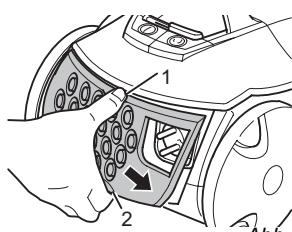

Abb. 25
- Setzen Sie abschließend die Ausblasfilter-Abdeckung wieder auf. Haken Sie diese dazu zuerst oben ein (Abb. 25/1) und drücken Sie sie dann unten an (Abb. 25/2), bis sie hör- und spürbar einrastet.